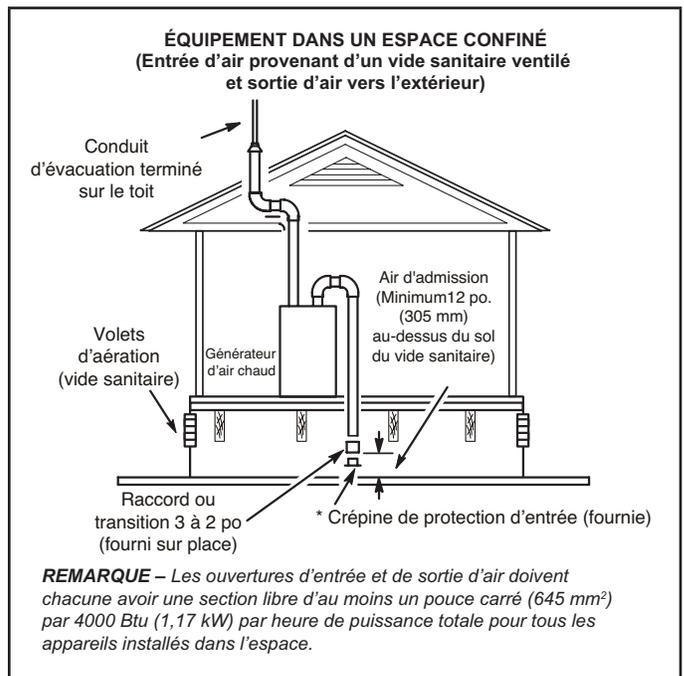

FIGURE 30
- 2 - Si l'air d'admission est aspiré d'un grenier ventilé (FIGURE 30) ou d'un vide sanitaire ventilé (FIGURE 31), la longueur de l'évacuation ne doit pas dépasser celle indiquée au TABLEAU 8. Si un tuyau de 3 po de diamètre est utilisé, réduisez-le à 2 po de diamètre pour pouvoir installer la crépine anti-résidus.